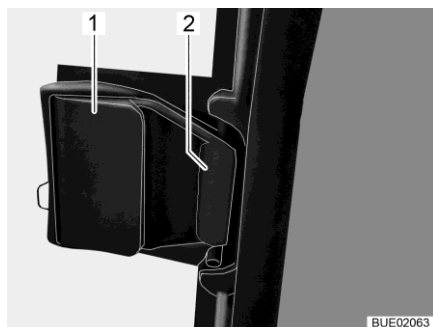

Bild 92 Skjutfönster, låst
- Dra i frigöringsknappen (Bild 92,1). Spärren (Bild 92,2) öppnas.